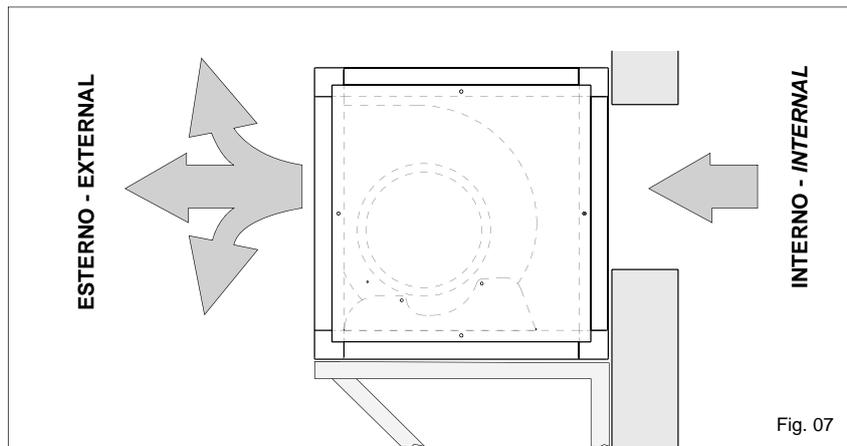

Fig. 07
2) Installazione all'esterno dell'edificio con tettuccio in lamiera zincata o preverniciata per la protezione dagli agenti atmosferici (fig. 07).
2) Outdoor installation with galvanized or pre-painted sheet metal canopy to protect from the elements (Fig. 07).